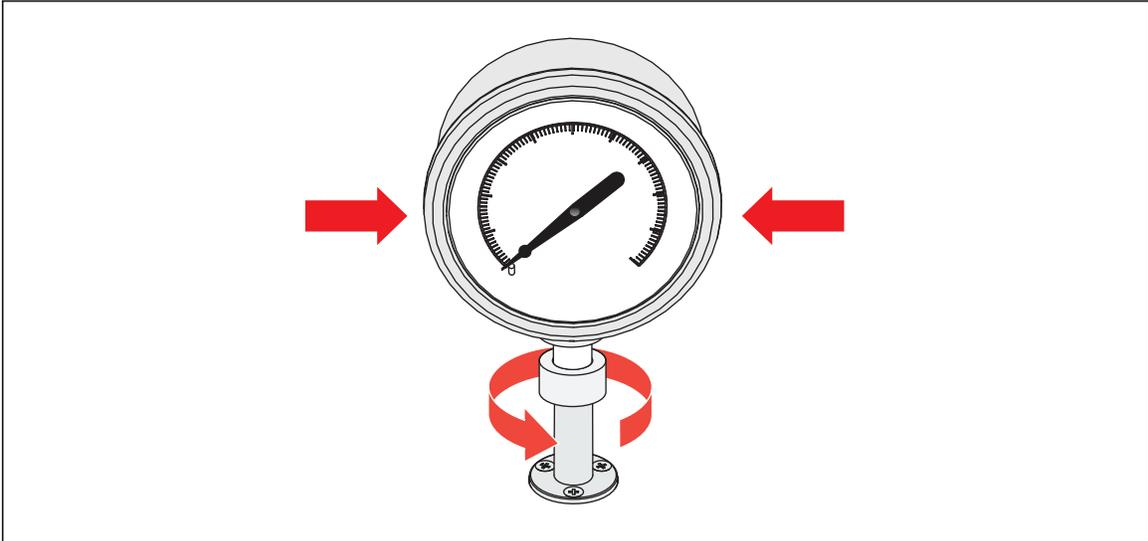

图 13. 拧紧仪表
4. 牢牢握住仪器，同时逆时针方向转动仪表转接头，直至其向下移到 O 型密封圈上，参见图 13。